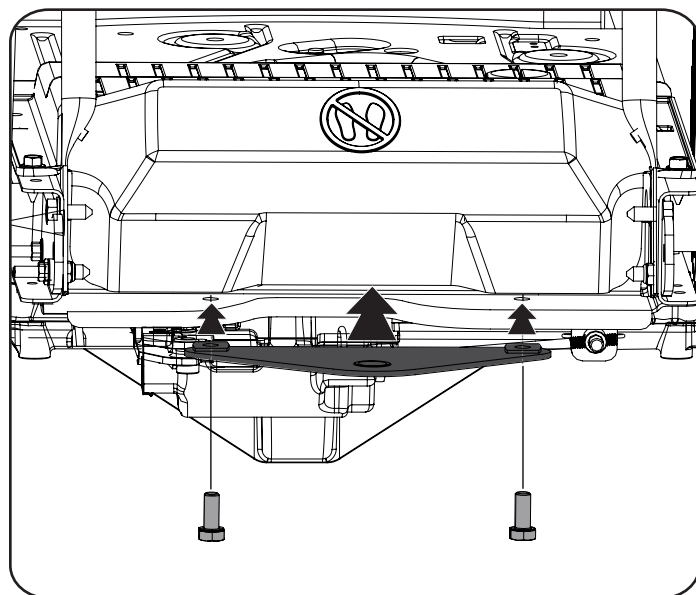

Figura 14
1. Deslice la placa de enganche entre el marco y la cubierta trasera de su jinete. Vea la Figura 14.
2. Cuando los orificios de la placa de enganche y el bastidor estén alineados, instale los dos tornillos hexagonales de la bolsa manual a través del bastidor y en la placa de enganche. Vea la Figura 14.